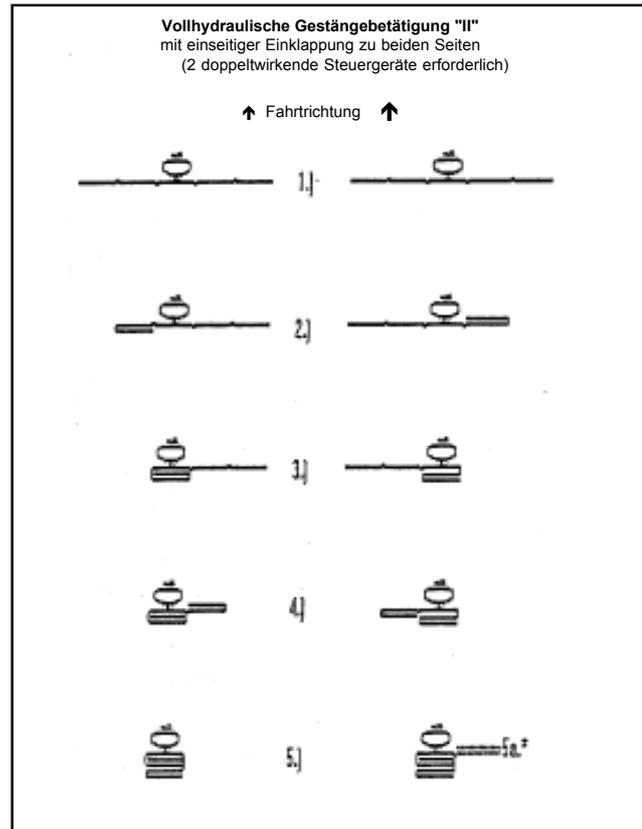

Fig. 10.6
2. **Vollhydraulische Gestängebetätigung "II" mit Schalteinheit**, einseitige Klappung in Fahrtrichtung links und rechts möglich (Fig.10.6) (1 einfachwirkendes und 1 doppeltwirkendes Steuergerät auf Schlepper erforderlich).